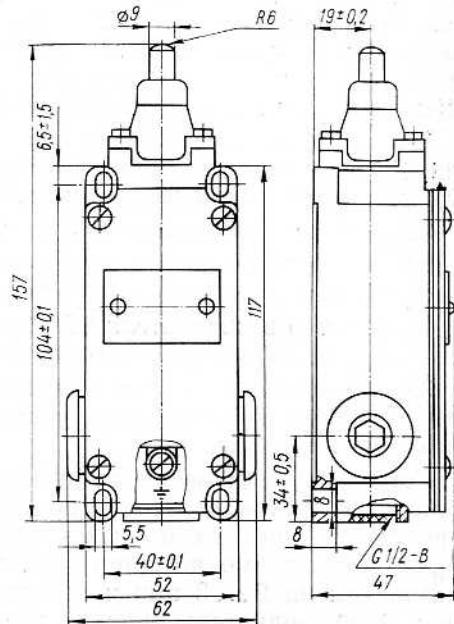

Рис. 2. Выключатель ВП19-21XX11-67Х2.ХХ
(остальное см. рис. 2)
5.2. Устанавливайте выключатели ВП19-21XXX1-67Х2.ХХ (рис. 2—4) в местах, как защищенных, так и не защищенных от попадания пыли и случайного обливания водой или маслом, при этом обеспечьте уплотнение ввода со степенью защиты IP67.
ВП19-21XXX1-67Х2.ХХ (рис. 2—4) — четырьмя винтами M5;